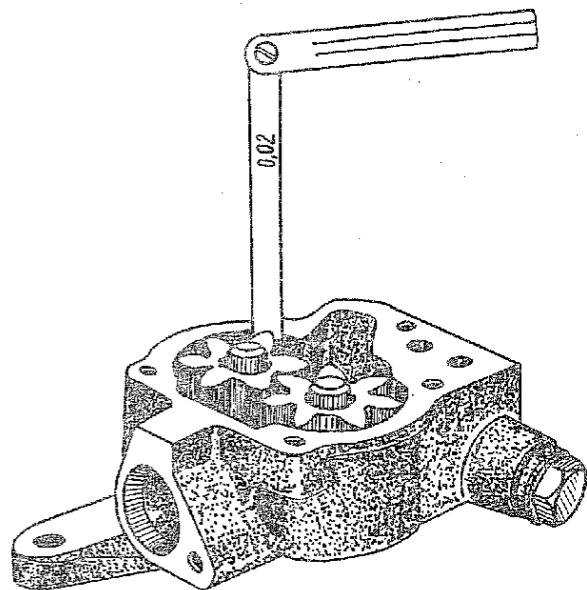

Рис. 107. Проверка зазора между наружными диаметрами шестерен и расточками в корпусе масляного насоса
3.9. Проверить зазор (рис. 107) между наружными диаметрами шестерен и расточками в корпусе насоса (набор щупов № 2).